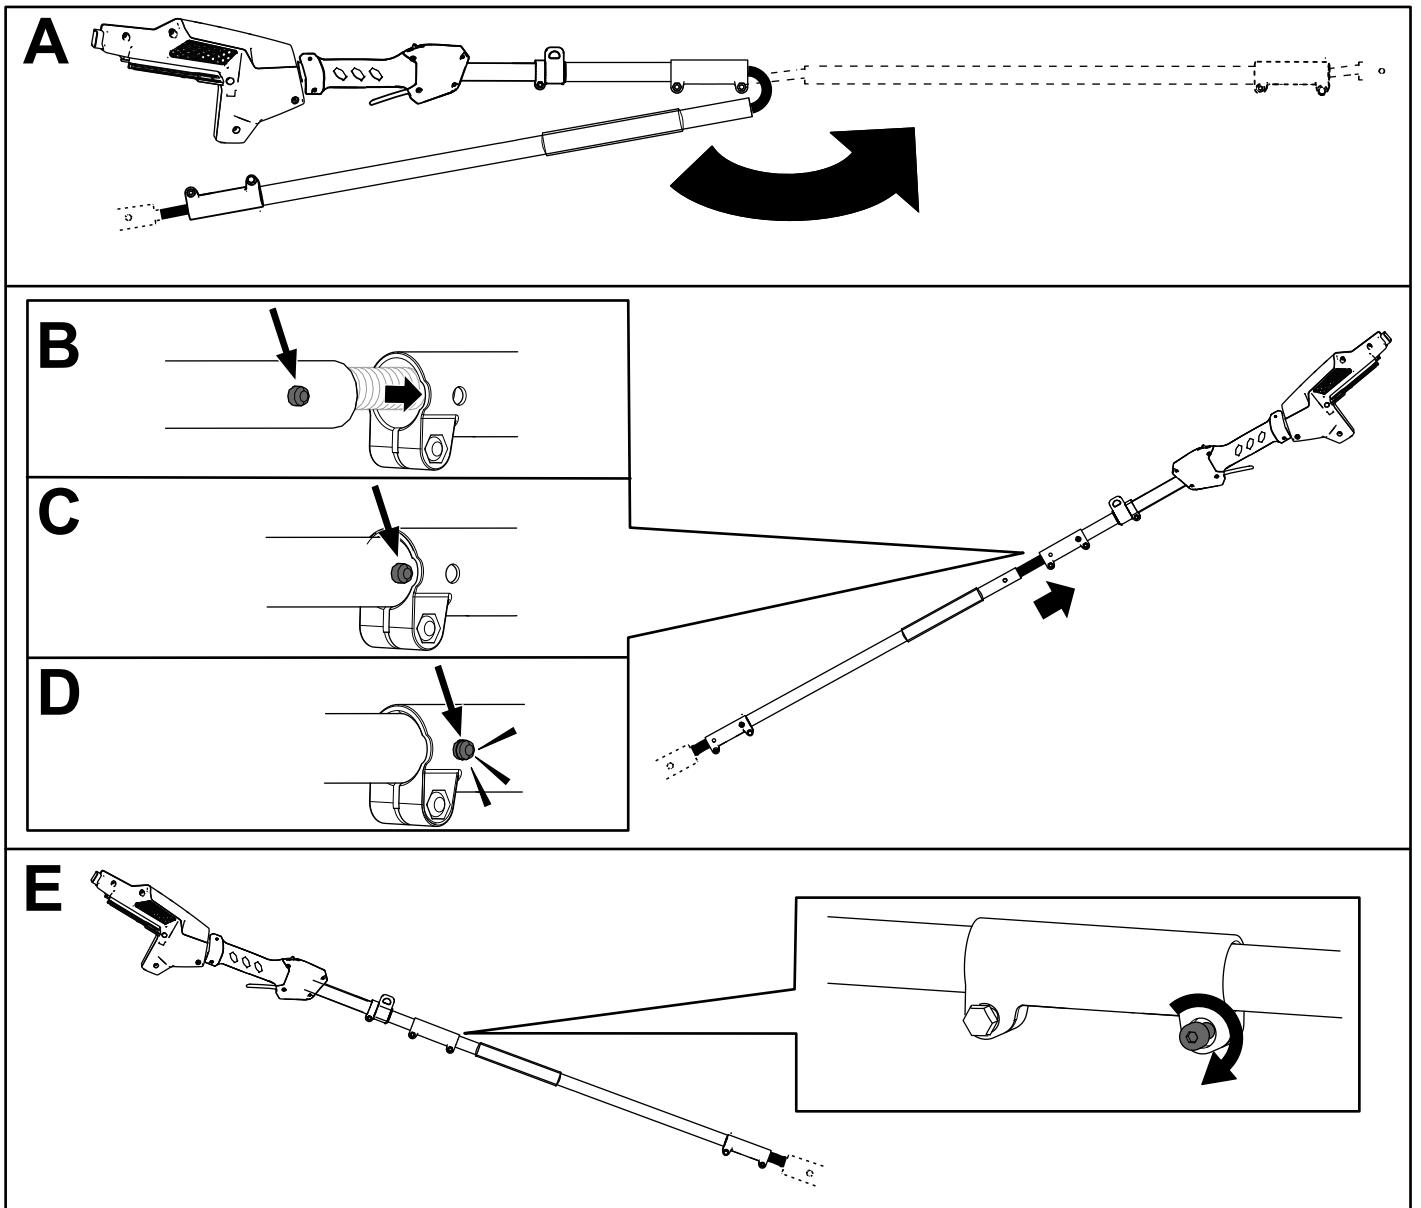

Figure 5
2. Alignez le bouton de verrouillage de la section centrale sur le trou à l'extrémité de la section côté poignée, et emboîtez les deux sections ensemble (Figure 5).
3. Utilisez la clé fournie pour verrouiller les deux sections ensemble (E de la Figure 5).
4. Répétez cette procédure pour relier la section côté élagueuse à la section centrale de la perche (Figure 5).